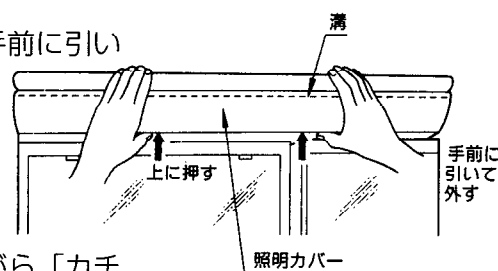
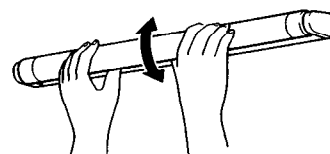

図1
図2
- ①電源（スイッチ）を切ります。
- ②照明カバーの下図を図1のように上方向に押して、手前に引いて外します。
- ③蛍光灯の両端を持ち、上側を手前に引くようにしながら「カチッ」という音がするまで回します。（図2）
- ④そのまま、手前に引き抜くようにして取外します。
- ⑤グローランプの交換は台座の右側の開口部にあるグローランプを左に回して取外します。
- ⑥新しいグローランプを右に回して取付けます。
- ⑦新しい蛍光灯を外した時の逆の手順ではめ込みます。
- ⑧照明カバーを図1のように溝に合わせ、下面を上方向に押しながら、「カチッ」と入り込むまで奥に差し込みます。
- ⑨スイッチを入れ、蛍光灯が点灯することを確認します。